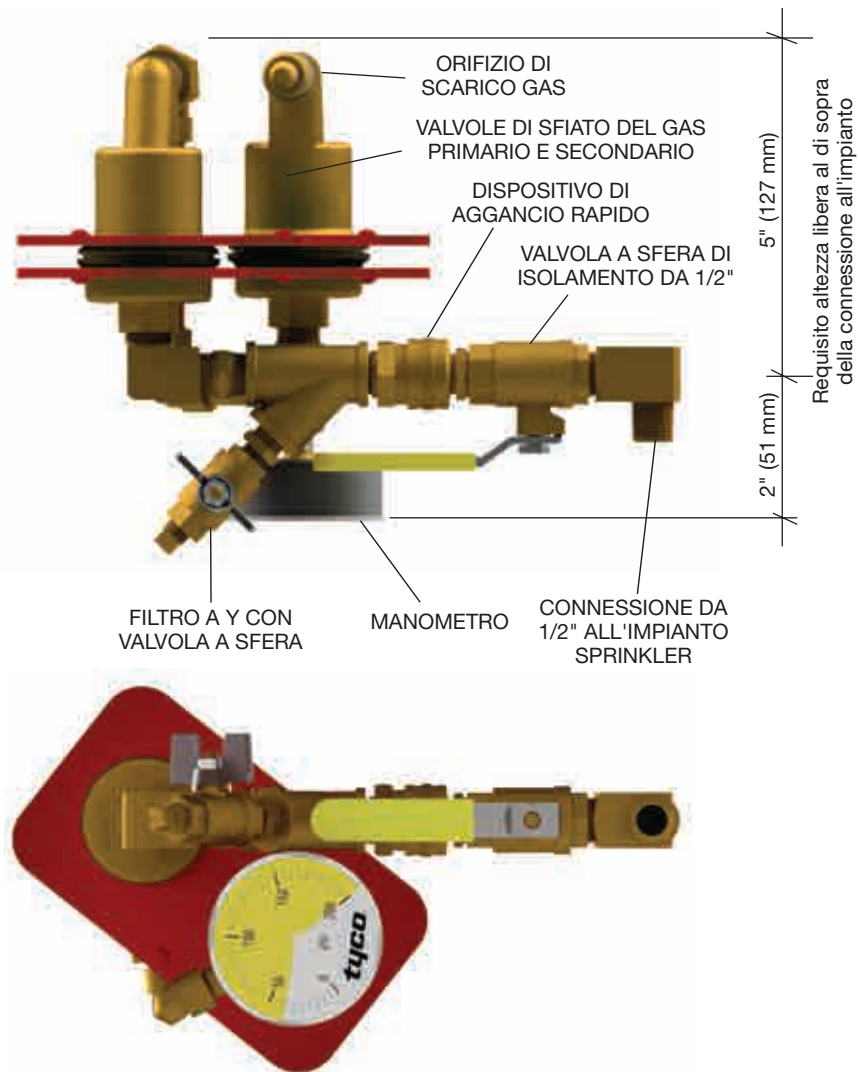

FIGURA 2
Passo 1. Lo sfiato aria per impianti ad umido TYCO è dotato di una valvola a sfera di isolamento per il collegamento all'impianto sprinkler antincendio. Una volta assemblata l'unità TAV-W sul dispositivo di aggancio rapido in dotazione (vedere Figura 2), l'appaltatore deve installare una tubazione di uscita da 1/2" (saldata o meccanica) per collegare il gruppo di sfiato all'impianto sprinkler.